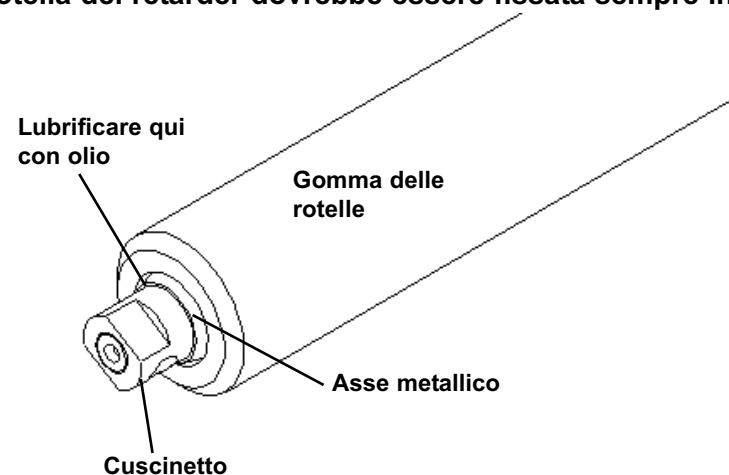

Figura 11: lubrificazione di tutti gli assi delle rotelle
Pulire a fondo le rotelle di piegatura ogni otto (8) ore di funzionamento e rimuovere tutta la sporcizia dalle estremità delle rotelle e dai cuscinetti. Lubrificare tutti i cuscinetti ed assi applicando una goccia di olio leggero per macchine su ogni rotella (vedasi figura 11). **Nota: Fare attenzione che non finisca dell'olio sulle rotelle di piegatura. Se le rotelle di piegatura entrano in contatto con l'olio, rimuovere subito l'olio con l'apposito detergente e lucido Martin Yale.**